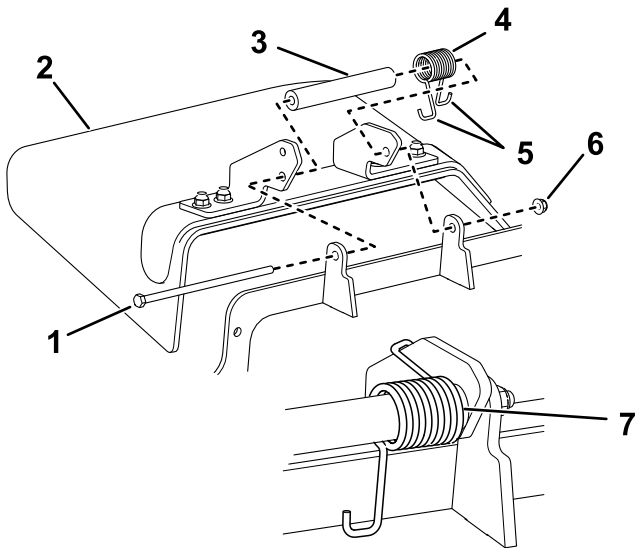

Bild 93
- Hinweis:** Achten Sie darauf, dass ein J-Hakenende der Feder hinter der Mähwerkseite befestigt ist, bevor Sie die Schraube einsetzen, wie in Bild 93 abgebildet.